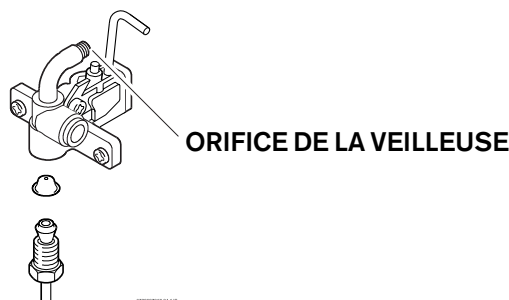

Fig. 13 - BRÛLEUR ET ORIFICE DE LA VEILLEUSE
Pour nettoyer le brûleur de la veilleuse et(ou) l'orifice de la veilleuse : Coupez l'arrivée de gaz vers l'appareil. Placez l'interruption à la position d'arrêt (O). Enlevez le couvercle du chauffe-eau. Pour ce faire, retirez le bouton sélecteur de température, puis dévissez et enlevez la bague de plastique. Tirez le couvercle principal vers vous et soulevez-le pour l'enlever. Il faut nettoyer ou remplacer l'orifice de la veilleuse. **N'agrandissez pas l'orifice (voir la fig. 13).** N'utilisez pas de fil ou d'objet effilé pour nettoyer les orifices. Les orifices de gaz naturel sont habituellement assez gros pour que vous puissiez les nettoyer en soufflant dedans. Par contre, comme les orifices de gaz PL sont trop petits pour que vous puissiez les nettoyer, vous devrez les remplacer. Voir le point 3 de la section « Résolution de problèmes ». Pour accéder à l'orifice de la veilleuse, enlevez les deux vis qui retiennent l'assemblage de la veilleuse en place, puis soulevez le brûleur de la veilleuse afin d'exposer son orifice.
Le blocage du brûleur de la veilleuse peut être causé par la poussière en suspension dans l'air ou la saleté transportée par le gaz. Il se peut que vous deviez nettoyer ou remplacer l'orifice de la veilleuse ou le filtre à gaz. Voir la fig. 13.